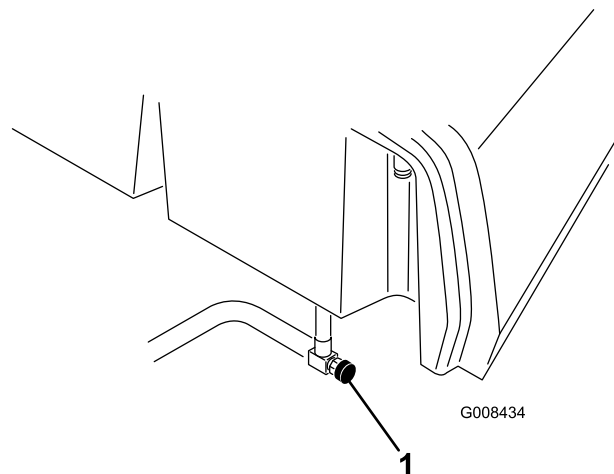

Figura 46
- Cierre la válvula de cierre de combustible (Figura 46), situada debajo del depósito de combustible.